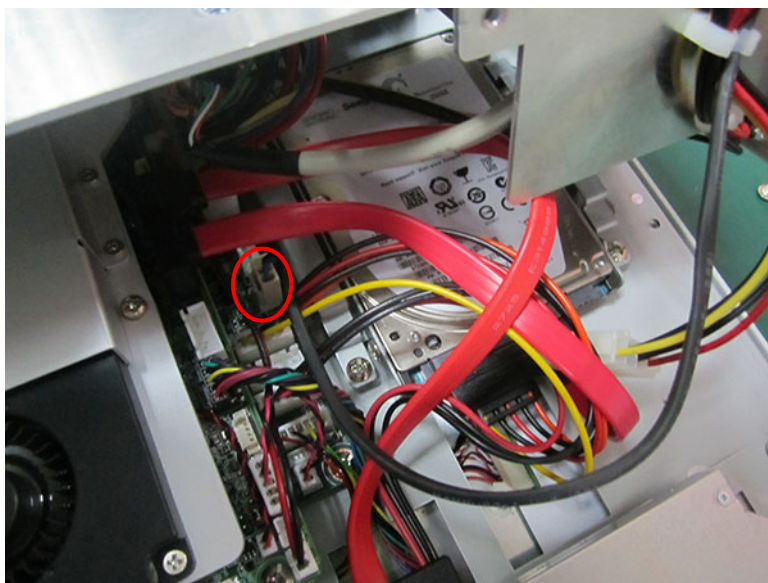

图 2.37:
7. 将加强板锁好及风扇电缆接好，并请按照下图检查左边系统风扇电缆是否接好，如图 2.37 所示。